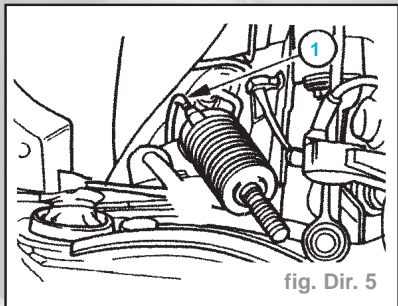

fig. Dir. 5
- Débrancher le tuyau de reniflard (1) du boîtier de direction (fig. Dir. 5).